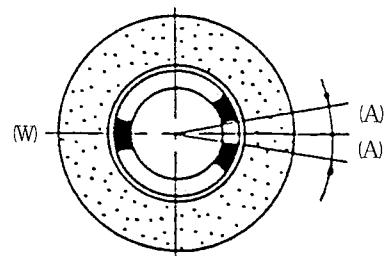

図1-15
⑦ W側が重い場合は、2個のバランスピースを右図のように取り付ける。角度Aは、測定をしながら加減する。（図1-15）